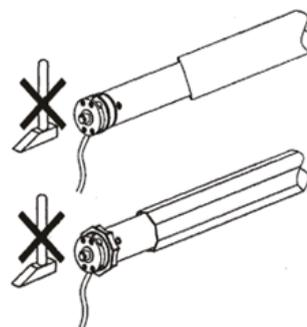

Fig. 3
- Choisissez un adaptateur approprié avant l'installation. N'exercez pas de force et n'utilisez pas d'outils pour insérer le moteur dans l'arbre du volet roulant (Fig. 3).